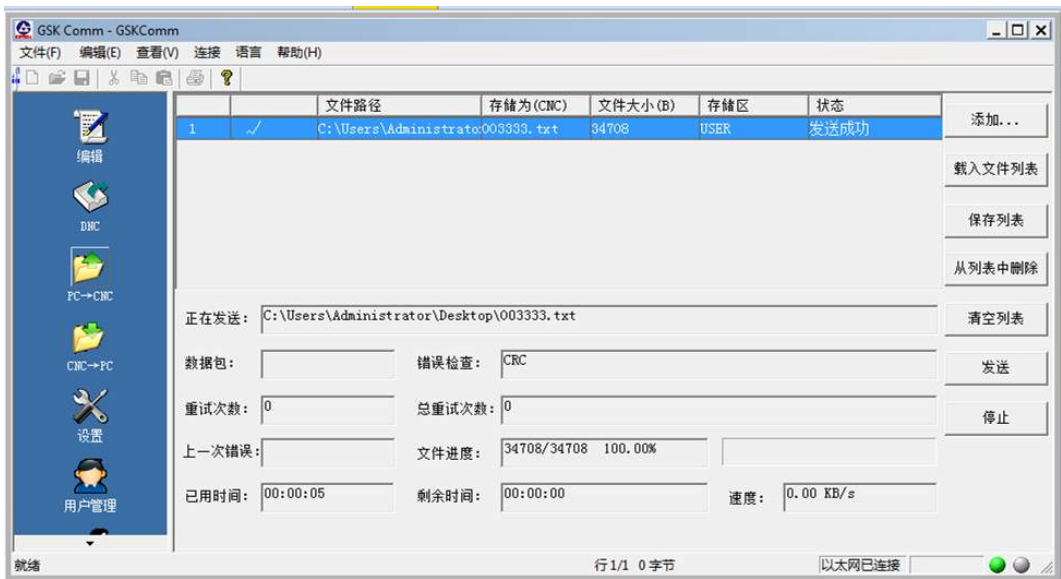

图 11-2-2-10
4、发送文件完成后，对话框状态栏显示“已发送”。如图11-2-2-11。